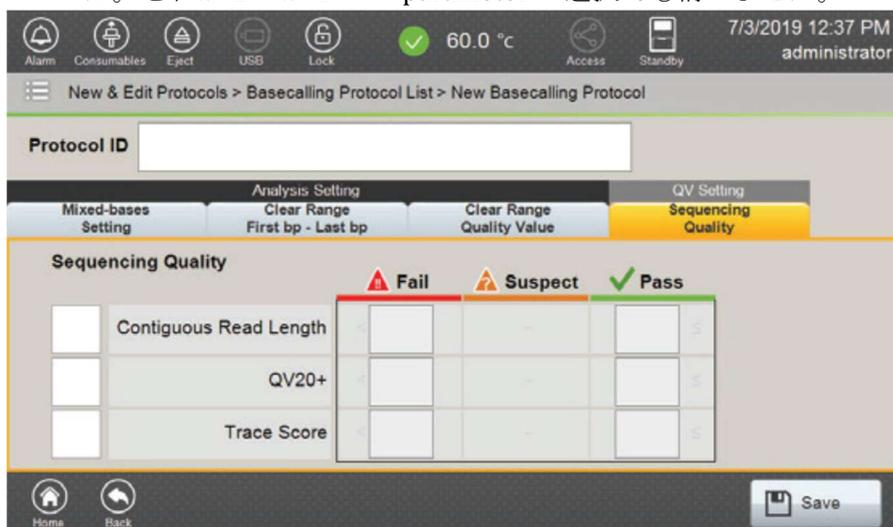

図 126 Sequencing Quality タブ
Sequencing Quality	<p>データの Pass や fail を判断する CRL、QV20+、Trace Score 値を決めます。(図 126) これらの Pass と Fail の設定値の間にあるデータは、Suspect としてフラグが立てられます。(データが許容できるか、再度ランが必要かどうかを判断するために、Result タブで確認することをお勧めします。) CRL、QV20+、Trace Score の定義に関するセクション 5.7 の Result タブをご参照ください。</p> <p>ソフトウェアが許可する CRL の最小値と最大値は、それぞれ 1bp と 800bp です。Fail の項目に入力する値は、Pass の項目の値より常に小さくしなければなりません。</p> <p>QV20+の最小値と最大値は、それぞれ 1bp と 800bp です。Fail の項目に入力する値は、Pass の項目の値より常に小さくしなければなりません。</p> <p>Trace Score の最小値と最大値は、それぞれ 1 と 60 です。Fail の項目に入力する値は、Pass の項目の値より常に小さくしなければなりません。</p>
8. Sequencing Quality タブ (図 126) を選択し、CRL、QV20+、Trace Score 値を pass する最小値と fail する最大値のデフォルト設定を明確にしてください。Sequencing quality を評価するために、CRL、QV20+、Trace Score の左にある適切なボックスにチェックを入れて、使用するパラメーターを選択してください。